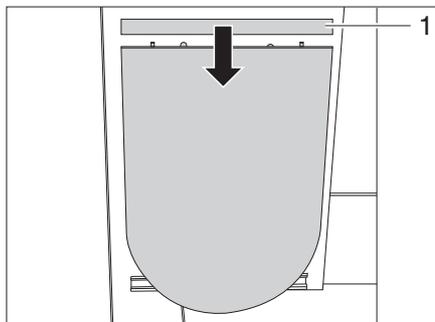

Bild 42 Klappstisch, eingeklappt
- Tischplattenverlängerung (Bild 42/1) oben in die Holzdübel aufsetzen.